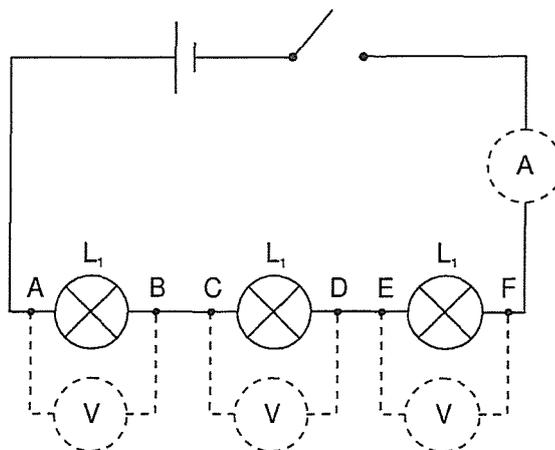

Figure 8.2
4.4. Réaliser maintenant le montage de la figure 8.2 sans voltmètre mais en connectant **correctement** l'ampèremètre (calibre 50 mA)* en série dans le circuit. Reprendre le point 4.2.
| 4.4 et 4.5 | 3 ampoules L_1 en série (figure 8.2) | | | | | |
5.3. La deuxième ligne du tableau permet d'établir une relation simple entre U , U_1 , U_2 et U_3 dans le montage de la figure 8.2. Laquelle?